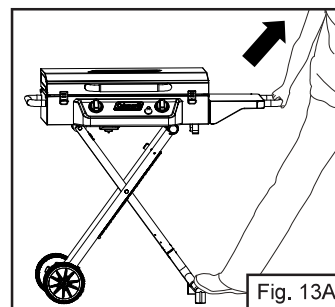
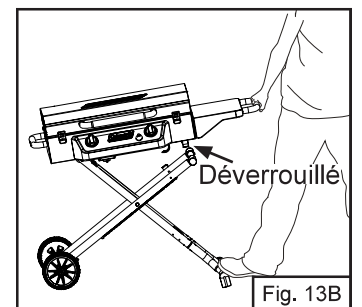

Fig. 13A
Fig. 13B
1. Placez un pied sur la poignée de tirage, saisissez la poignée de transport et soulevez-le vers vous (fig. 13A). Les pieds sont maintenant déverrouillés des supports en forme de crochet rouge sous l'appareil (fig. 13B). Laissez l'appareil s'abaisser (fig. 13C). Les roues vont rouler loin de vous. Il est maintenant en position pliée ou repliée. Donnez une légère poussée à la poignée de transport pour que les pieds restent bien fixés. Vous pouvez maintenant saisir la poignée de tirage et faire reposer l'appareil sur son extrémité.